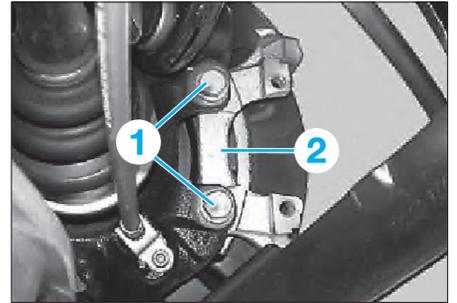

Fig. 19
- Veiller à reloger correctement l'agrafe (5),
- Déposer les vis (1) puis le support d'étrier (2) (Fig.19).